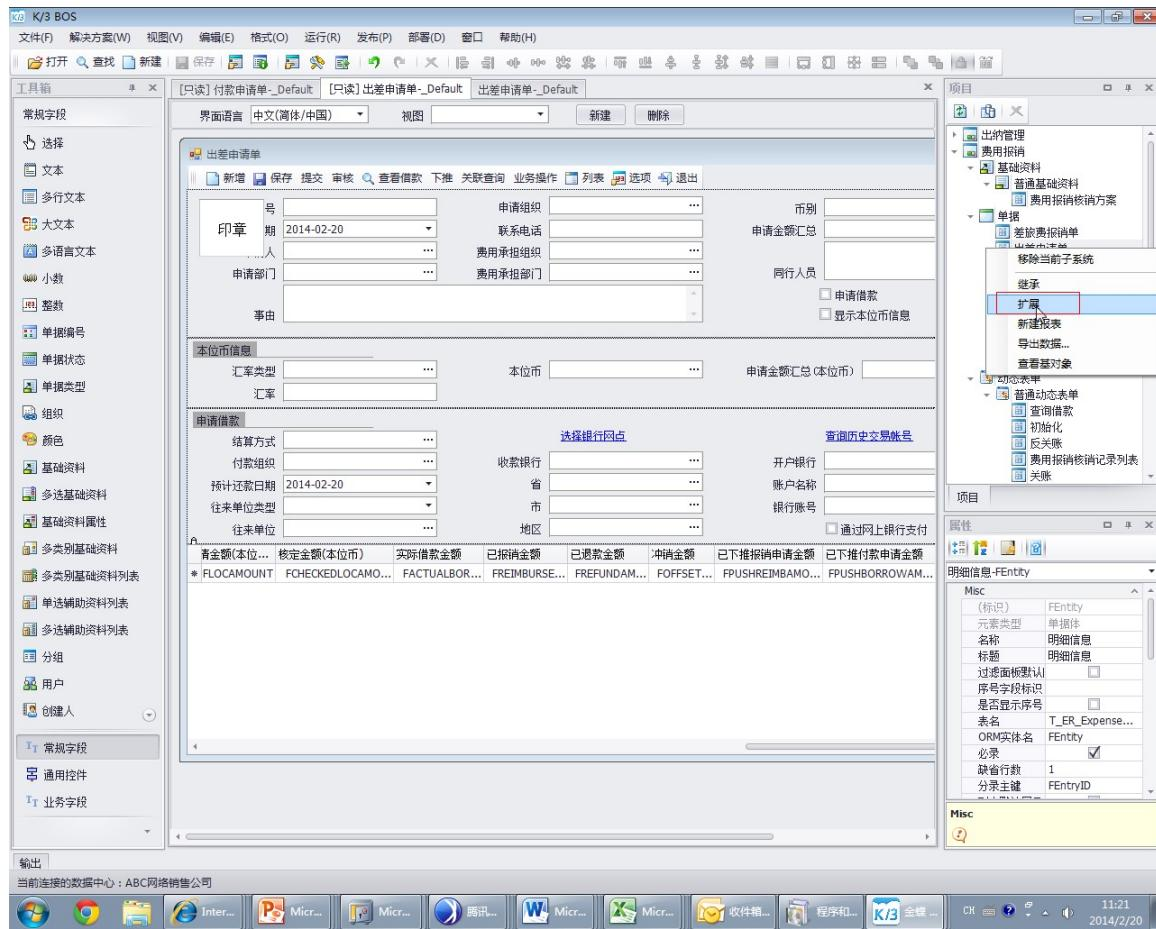

图3-1-6 单据扩展
- 由于客户对出差申请单据有个性化需求，因此可以先打开出差申请单对应的子系统【费用报销】，找到对应的单据【出差申请单】，右键点击【扩展】功能打开单据生成扩展，对单据进行自定义配置，如图 3-1-6 所示